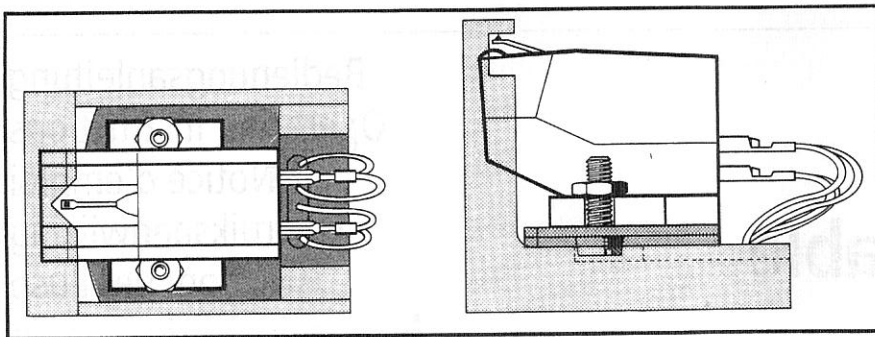

Fig. 7
- Die Montage ist korrekt, wenn die Abtastnadel - von oben betrachtet - in der V-förmigen Aussparung der Systemeinbaulehre steht. Von der Seite betrachtet, muß die Nadel im Bereich der rechteckigen Aussparung stehen (Fig. 7).